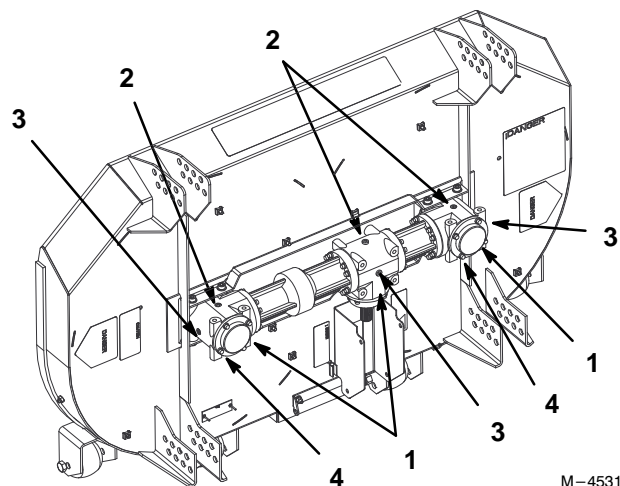

Abbildung 32
4. Bei angehobenem Deck die Schraube an der Unterseite des Getriebes entfernen. Die Flüssigkeit vollständig in eine Schale ablaufen lassen (Abb. 32).
5. Die untere Schraube wieder im Getriebe anbringen (Abb. 32).
6. Die obere Schraube entfernen, um das Getriebe aufzufüllen (Abb. 32).
8. Die obere Schraube wieder im Getriebe anbringen (Abb. 32).
3. Die Schraube an der Seite des Getriebes entfernen. Die Flüssigkeit muß bis zur seitlichen Öffnung im Getriebe reichen (Abb. 32).
4. Bei Bedarf Automatikgetriebeöl (Dexron® III o. ä.) in die obere Öffnung einfüllen, bis es aus der seitlichen Öffnung im Getriebe austritt. Das Getriebe ist voll, wenn das Öl aus der seitlichen Öffnung herausläuft (Abb. 32).
5. Obere und seitliche Schraube wieder im Getriebe anbringen. Dabei Rohrdichtmittel verwenden (Abb. 32).